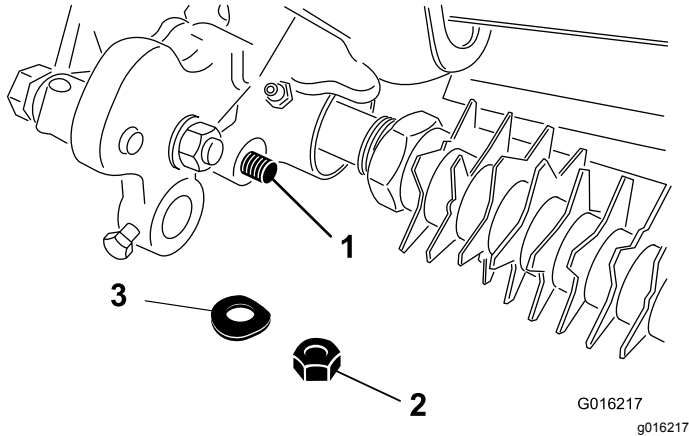

Figura 14
- Fissate l'estremità dell'asta del gruppo braccio regolatore al gruppo di trasmissione del groomer con la rondella e il dado di bloccaggio rimossi in precedenza (Figura 14).
- Fissate l'estremità dell'asta del gruppo braccio regolatore al gruppo di trasmissione del groomer con una rondella e un dado di bloccaggio (Figura 14).